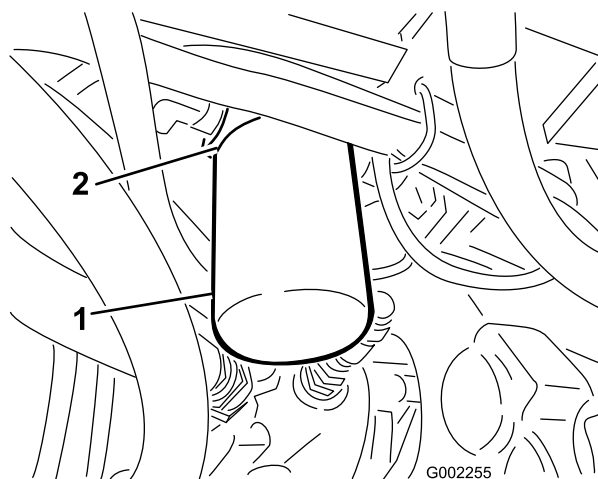

Figura 59
2. Limpe a zona de montagem do filtro (Figura 59).
4. Retire o filtro (Figura 59).
5. Lubrifique a junta do filtro novo (Figura 59).